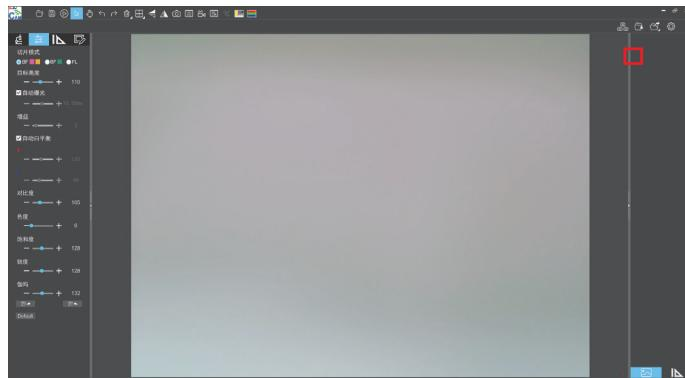

图1
- (1) 将支持5G WiFi IEEE802.11ac协议的Windows电脑或笔记本电脑接入跟相机同一个的局域网。
- (2) 在Windows电脑或笔记本电脑上安装并运行软件 KoPa Capture Pro。
- (3) 当局域网内只有一台网络相机的时候，软件可自动获取相机的实时动态视频。
- (4) 当同一局域网内有多台网络相机的时候，点击 KoPa Capture Pro 右上角图标 “” (下图1)，列表自动显示当前局域网内所有相机 (下图2)，根据需要选择相机，支持随时中途切换。